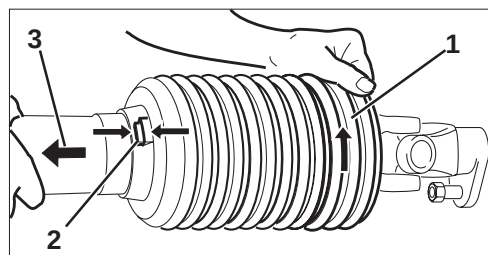

Fig. 5.4
- Skru vernetrakten (Fig. 5.4/1) i montasjeposisjon (Fig. 5.4/2).
- Trekk av det halve vernerøret (Fig. 5.4/3).